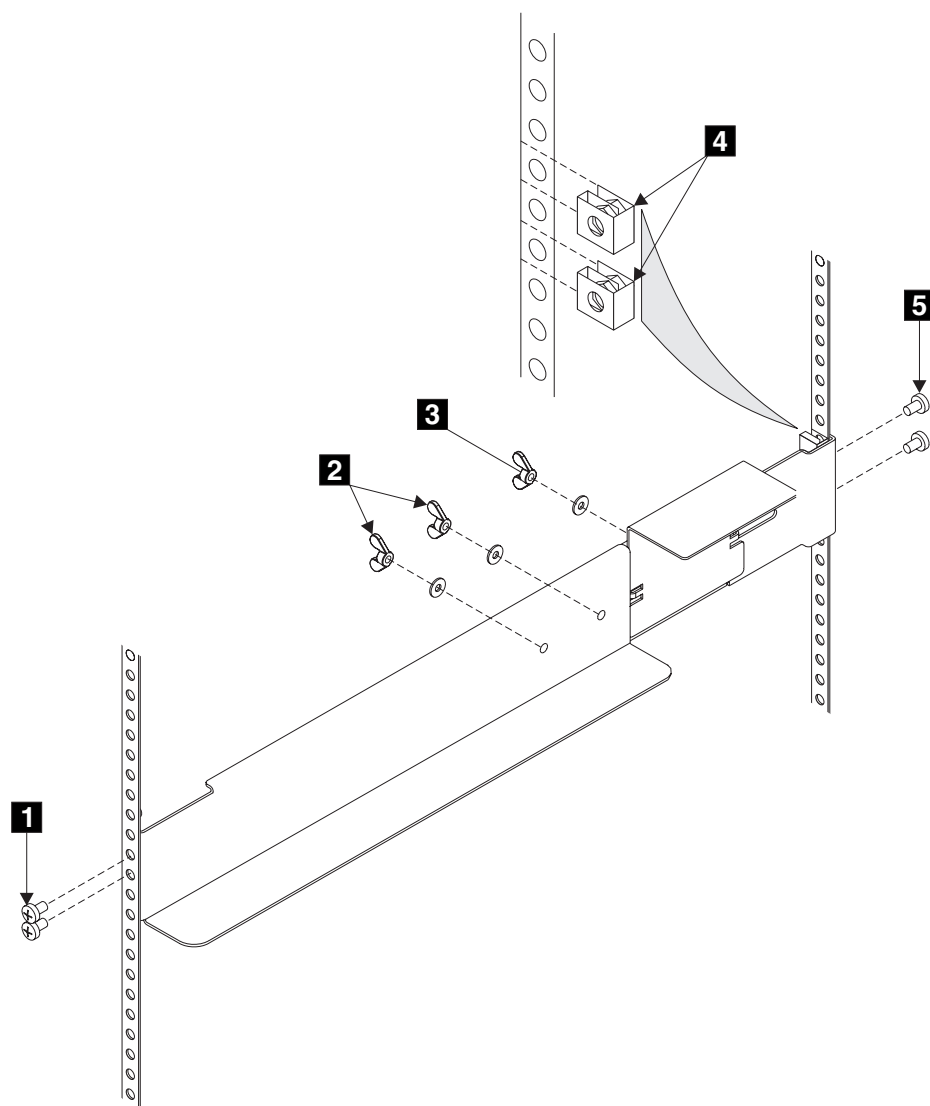

図 28. ラックに 2145 UPS を取り付けるためのサポート・レール・コンポーネント
1. ナット・クリップ **4** をラックに取り付けます (図 28 を参照)。これらのナット・クリップは、サポート・レール・フランジの 2 番目と 4 番目の穴に位置が合っている必要があります。